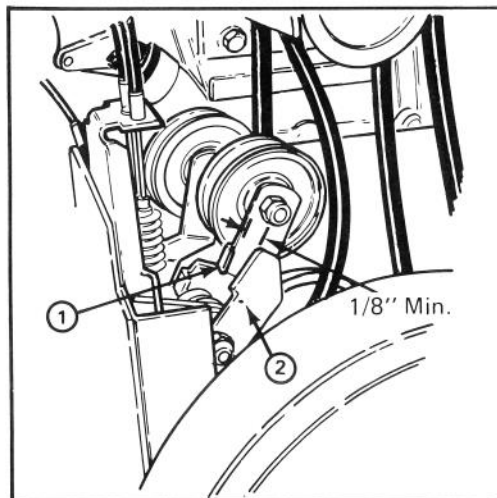

Abbildung 22
1. Die drei (3), die Riemenabdeckung am Motorrahmen befestigenden Kopfschrauben entfernen und die Abdeckung auf den Kabeln nach oben schieben.
2. Leitrad- und Bremseinstellung überprüfen. Der Mindestabstand zwischen der Zunge am Gebläselenkzwischenhebel und Bremshebel (Abb. 22) sollte 3 mm betragen. Ist der Abstand weniger als 3 mm, ist der Riemen auszutauschen.